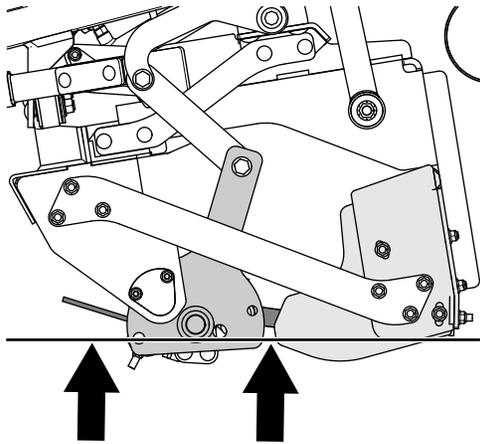

図 50
4. マルチツールキャリアを後方に傾け 図 50、タイヤがグレーダブレードの底部よりも高くなるようにする